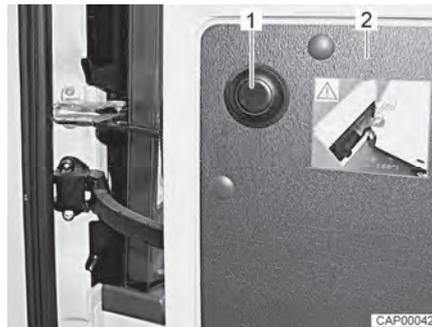

Fig. 17 Bouton-poussoir pour annuler la limitation
- Ouvrir à fond la porte arrière (Fig. 17,2).
- Appuyer sur le bouton-poussoir (Fig. 17,1) maintenir la porte arrière et continuer de l'ouvrir avec précaution.